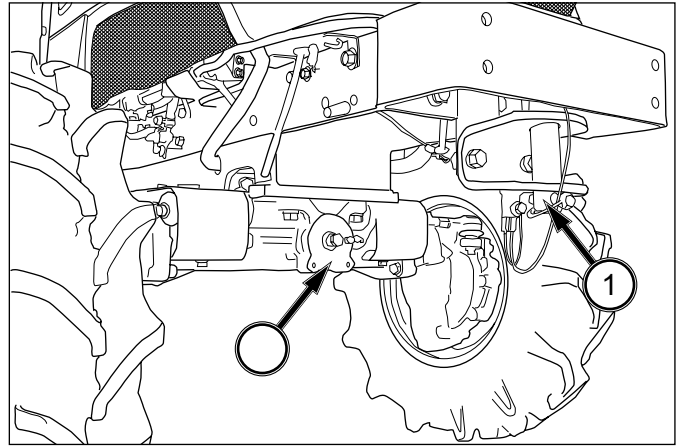

FIG 5.50
FIG. 5.50: Accrochez la corde au crochet d'attelage avant (1). Il faut respecter une distance d'au moins 5 m entre le véhicule qui tracte et le tracteur. Placez le levier de sélection de gamme au point mort. Desserrez le verrouillage du frein de stationnement.
FIGS. 5.50 & 5.52: Pour soulever l'essieu avant, le point de levage est le crochet avant (1) ou le pivot avant (2). Pour l'essieu arrière, le point de levage est le crochet arrière (3).